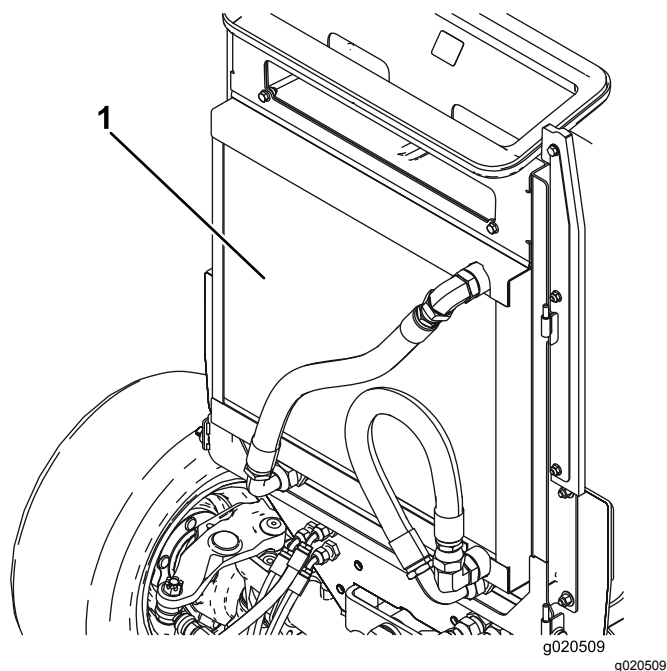

Figura 76
3. Limpe os dois lados do dispositivo de arrefecimento de óleo e o radiador (Figura 76) com ar comprimido. Comece a partir da parte frontal e sopre os detritos para fora na direção da parte posterior. Depois, limpe a partir da parte posterior e sopre na direção da parte frontal. Repita o procedimento várias vezes até remover toda a sujeidade e detritos.